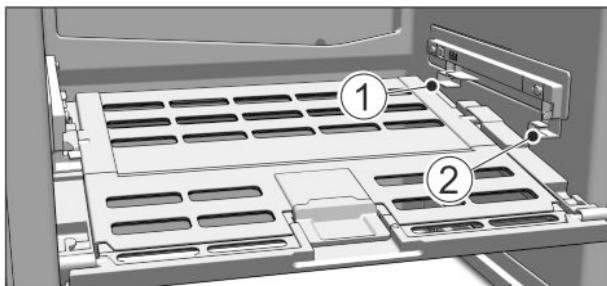

Fig. 75
- Umetanje poklopca ladice za voće i povrće: Uvedite zupce poklopca odozdo u stražnji držač Fig. 75 (1), a sprijeda umetnute u držač Fig. 75 (2) da uskoči.